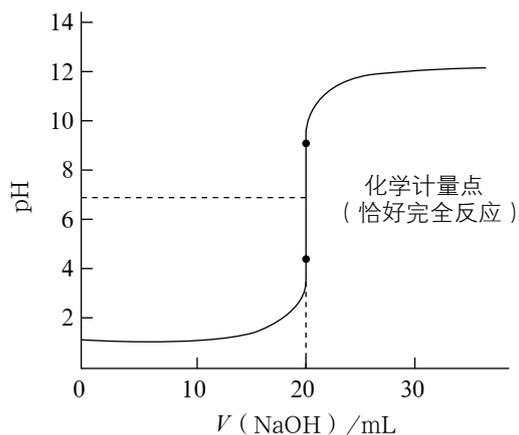

图3-4-7 用NaOH溶液滴定盐酸过程中溶液pH的变化曲线
1. 某小组同学用 pH 传感器监测上述实验过程中溶液 pH 的变化，得到的 pH 变化曲线如图 3-4-7 所示。请解释曲线的变化趋势。